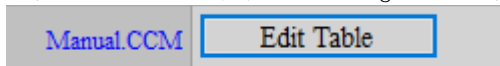

Figure 75: 点选 Edit Table 按钮可以弹出表格窗口接口
4. 表格：頁面上有一個按鈕，如 Figure 75 所看到的 Edit Table 按鈕。